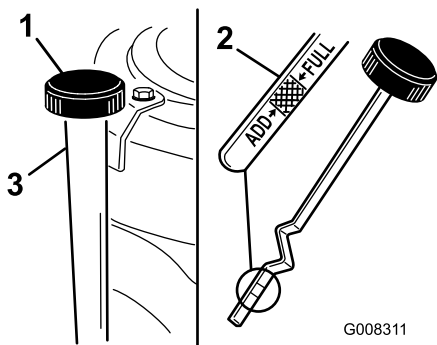

Figura 25
7. Pulite attorno all'asta di livello (Figura 25) in modo che la morchia non possa penetrare nel foro di rifornimento e danneggiare il motore.
8. Svitare l'asta di livello dell'olio e pulite l'estremità metallica (Figura 25).
9. Infilate a fondo l'asta di livello nel bocchettone di rifornimento (Figura 25).
11. Pulite la zona circostante l'asta di livello e svitate il tappo (Figura 25).
12. Versate lentamente nel tubo di rifornimento (Figura 25) l'80% circa dell'olio motore. Vedere Cambio dell'olio motore \(pagina 23\).